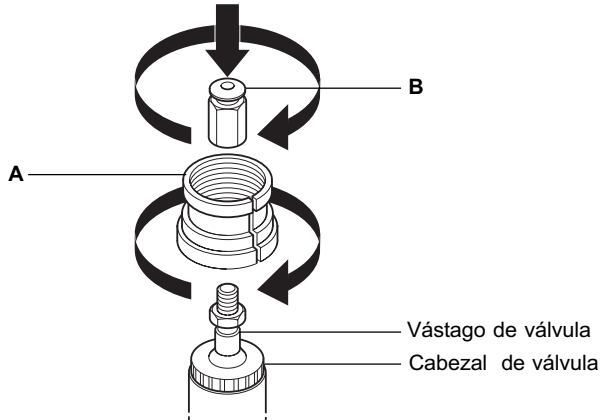

Fig. 9
Usar el kit de acoplamiento EL3904. Para las válvulas KE y LE se deberá roscar el casquillo de montaje (A) en el cabezal de la válvula y apretado a mano como muestra la Fig. 9.